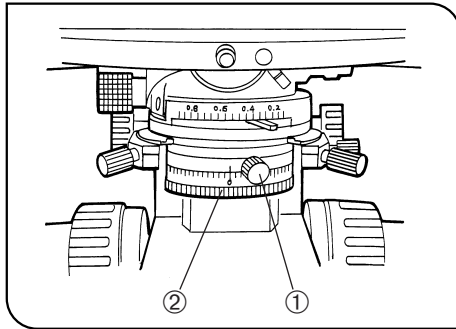

Fig. 30
## 2 Réglage pour la fermeture (Fig. 30)
2. Introduire l'analyseur rotatif dans la trajectoire optique et régler l'échelle du sens des vibrations en position  $0^\circ$ . Fixer à l'aide de la molette de blocage. (Fig. 30)
4. Desserrer la molette de blocage du polariseur ①. Tourner le cadran rotatif du polariseur ②, pour obtenir une fermeture totale. À cette position, serrer la molette de blocage ①. (Fig. 30)